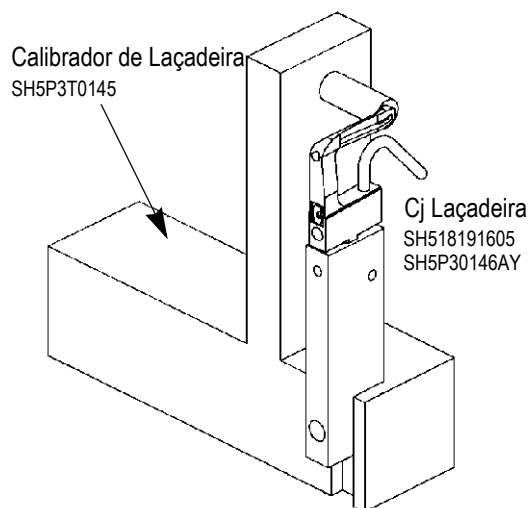

Figura 9.13 Calibrador de Ângulo da Laçadeira
- 4 Depois de montar a lançadeira, verificar a posição da lançadeira com o calibrador da lançadeira (veja a Figura 9.13, "Medidor de Ângulo da Lançadeira" na página 210.) verifique se o calibrador, e parafuso estão limpos e livres de detritos.